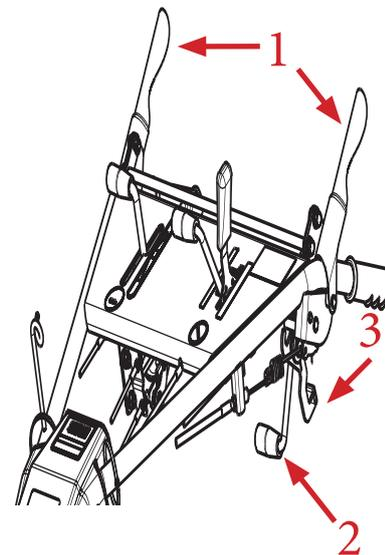

Bild 2
Drücken Sie den Spannhebel (Bild 2 Pos.1) an den Holm, um den Antriebskeilriemen zu spannen. Wenn Sie den Spannhebel loslassen, stoppt die Maschine.
Drücken Sie den Spannhebel (Bild 2 Pos.1) an den Holm, drücken Sie den Sperrhebel (Bild 2 Pos. 3) nach vorne und ziehen Sie den Messenzuschalthebel (Bild 2 Pos. 2) nach hinten, um das Messer einzuschalten. Wenn Sie den Spannhebel loslassen, stoppt das Messer.
- Schalten Sie den Messerantrieb langsam ein, drücken Sie hierzu den Spannhebel für den Antriebskeilriemen (Bild 2 Pos. 1) an den Holm, drücken Sie den Sperrhebel (Bild 2 Pos. 3) nach vorne und ziehen Sie den Messerzuschaltelhebel (Bild 2 Pos. 2) nach hinten, um das Messer einzuschalten.